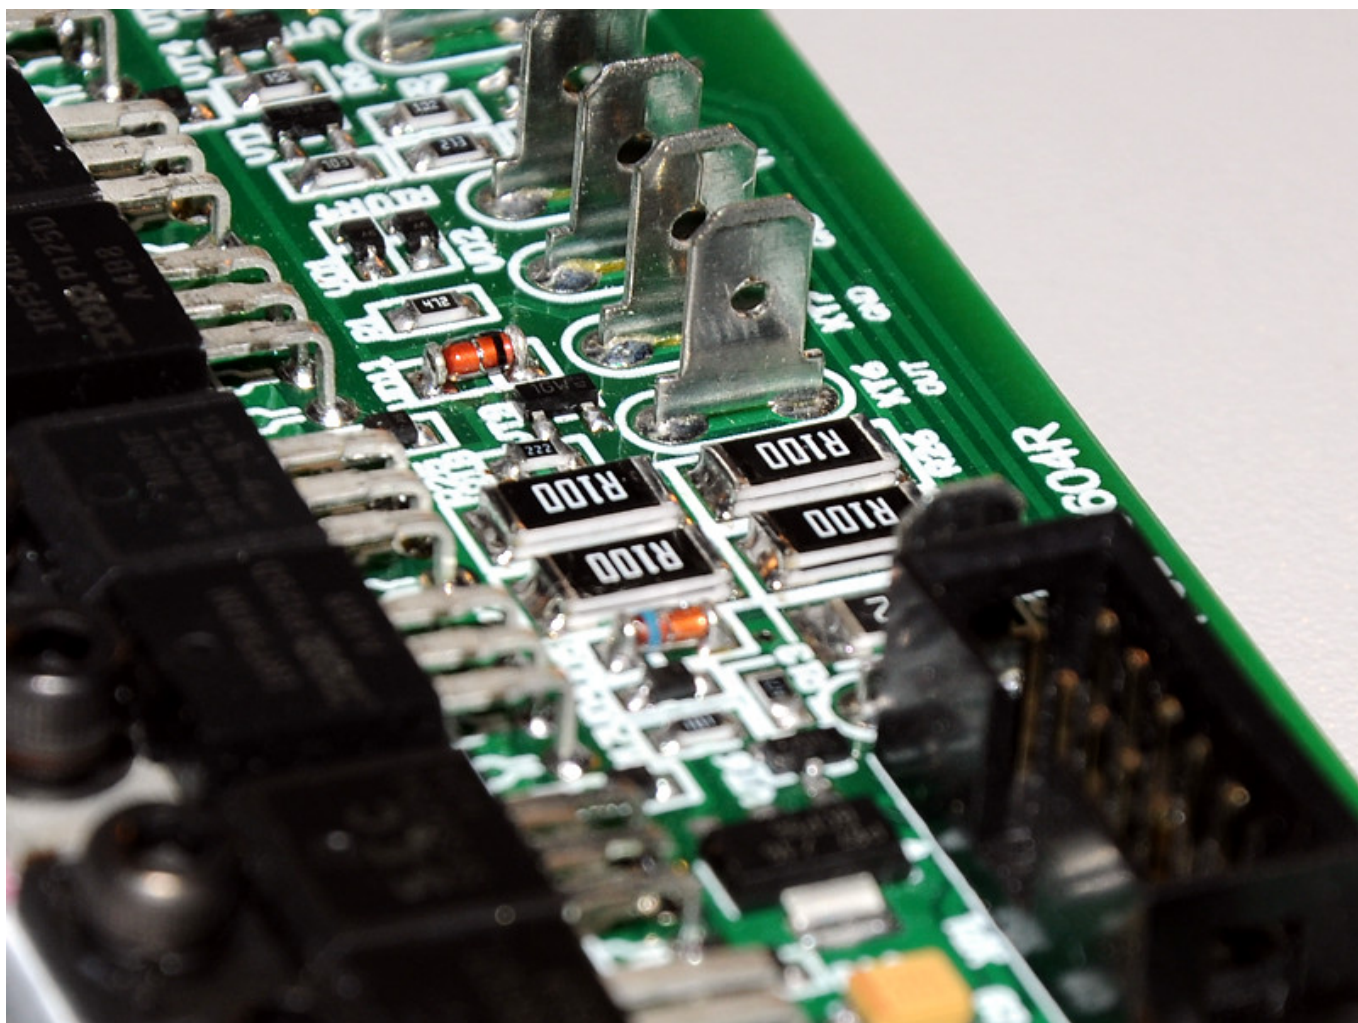

Рис. 9.
14. Параллельно резисторам R25 – R28 на плате выходного каскада установил параллельно еще по одному такому же резистору (рис. 9). В итоге мощность рассеяния снизилась до приемлемой величины.